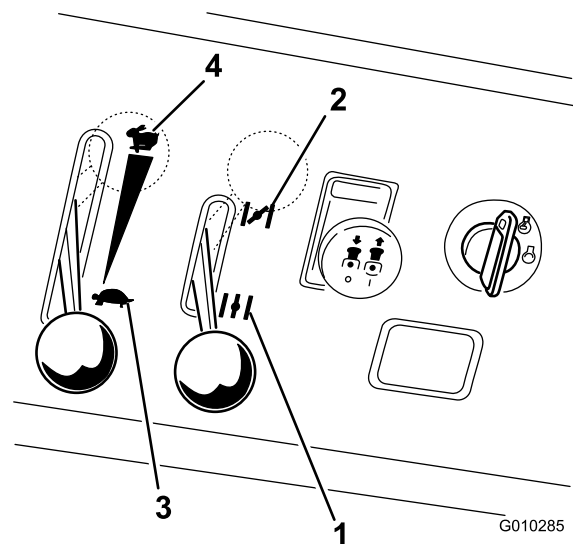

Figure 11
5. Placez la commande d'accélérateur à la position **haut régime** pour démarrer à froid (Figure 11).
- Placez la manette de starter en position **en service** pour démarrer à froid (Figure 11).
- Lorsque le moteur a démarré, amenez progressivement la manette de starter en position hors service (Figure 11). Si le moteur cale ou hésite, tirez à nouveau sur la manette de starter pendant quelques secondes, puis repoussez-la à la position voulue. Répétez l'opération si nécessaire.
- Réglez la manette d'accélérateur à mi-course entre les positions bas et haut régime (Figure 11).